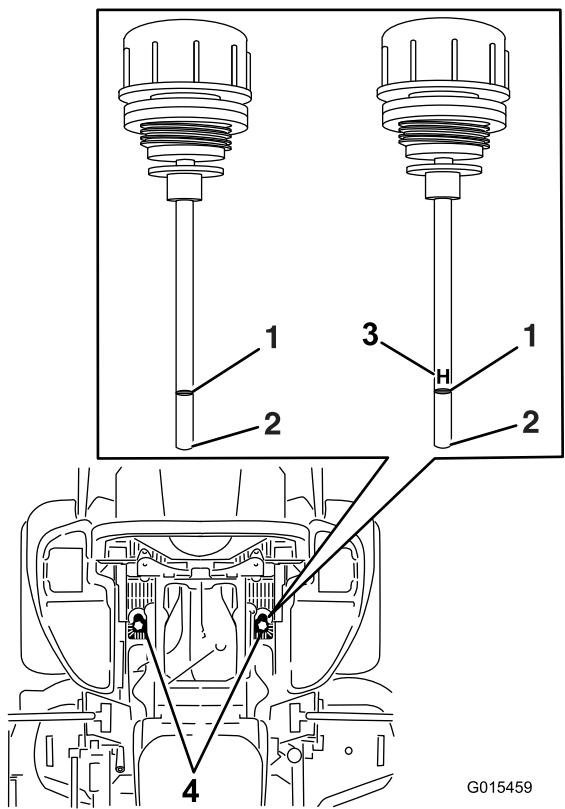

Figura 83
5. Limpie la zona alrededor de las varillas de los depósitos del sistema hidráulico (Figura 83).
6. Retire una varilla del depósito hidráulico (Figura 83).
8. Retire la varilla e inspeccione el extremo (Figura 83).